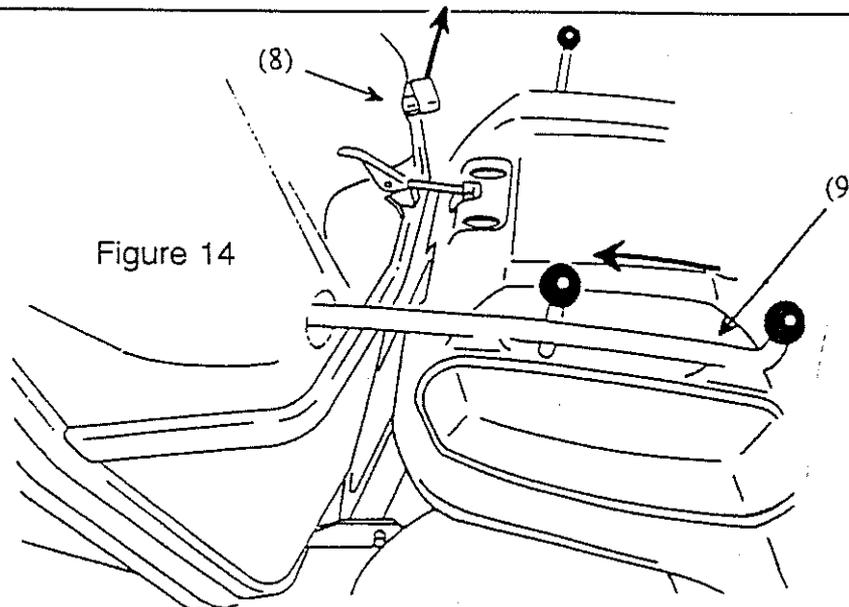

Figure 14
## Verrou (8) et levier de fermeture (9) du bac de ramassage (fig.14)